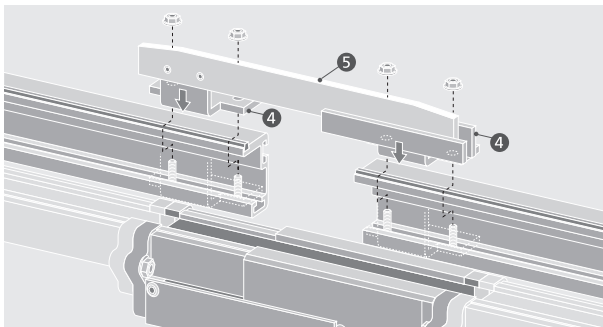

Abbildung 5.6.6
- Auf beiden Seiten die Halterungen (4) mit verstellbaren Gleitleisten (5) montieren. (Abb. 5.6.6)